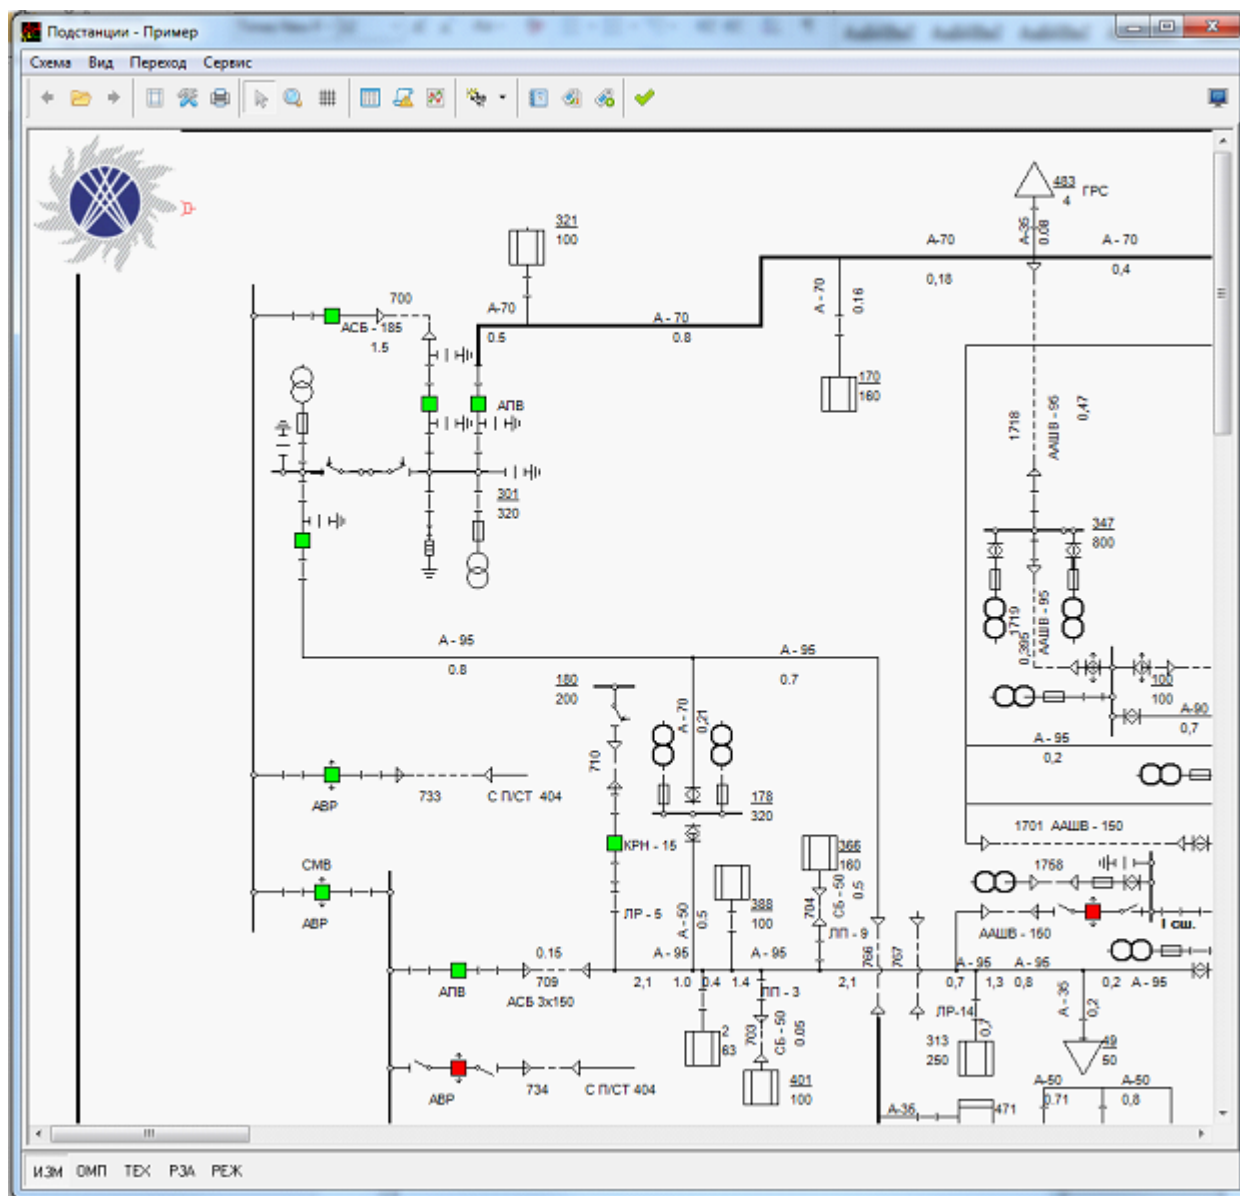

Рис. 7.3 Окно просмотра оперативной схемы (формат МОДУС)
- из окна просмотра оперативной схемы, с помощью кнопки  «Ретроспектива событий» или выбрать пункт меню «Сервис» → «Ретроспектива событий» (см. Рис. 7.3);
Окно просмотра оперативных схем приведено на Рис. 7.3.